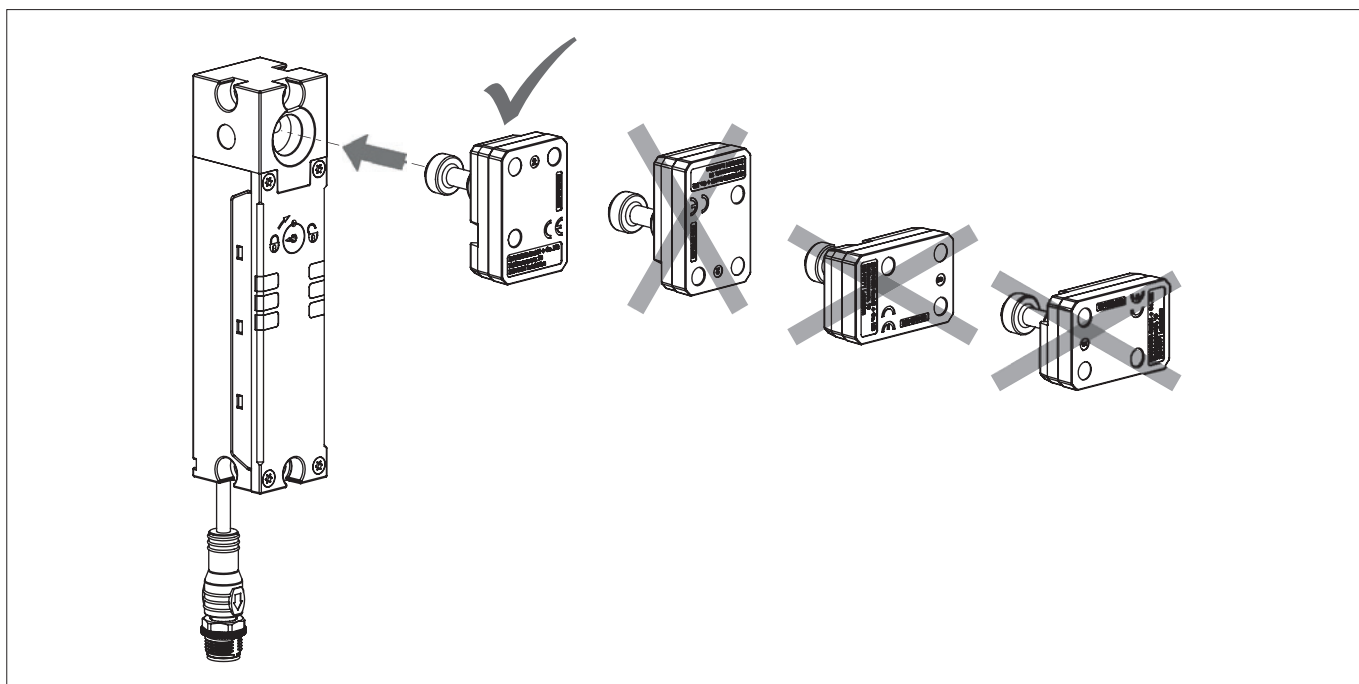

Fig. 2: Orientación del actuador
- › El actuador y el interruptor de seguridad deben instalarse de modo que, con el resguardo cerrado, el actuador quede completamente insertado en vertical en el interruptor (véase Fig. 2). La función de bloqueo no está garantizada si el montaje es inadecuado.